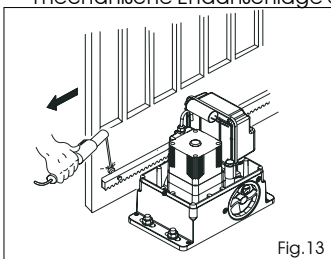

Fig.13
- 3) Das erste Stück der Zahnstange waagrecht auf dem Ritzel ablegen und den Gewindesperrzahn auf dem Tor anschweißen, wie in Abb. 13 angegeben.